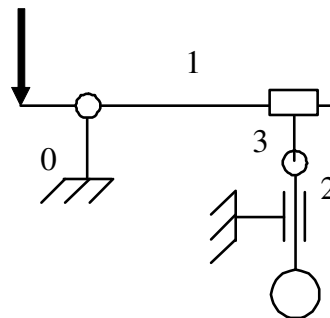

Figure 1 : Schéma cinématique d'une chasse d'eau
- 1- Citer les types de liaison qui lient les différentes parties du système (figure 1) entre elles.
Les machines à coudre traditionnelles utilisaient un système bielle manivelle glisseur pour transformer la rotation du moteur en un mouvement de va et vient linéaire. La figure 1 représente le schéma cinématique de ce système.
- 1- Citer les types de liaison qui lient les différentes parties du système (figure 1) entre elles et au bâti.